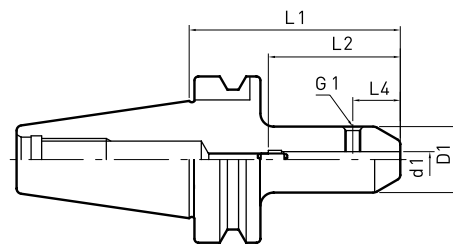

Fig1
- Fig 1의 경우 전용 Draw Bolt가 사용됩니다.
- Fig 1 to be used special Draw Bolt